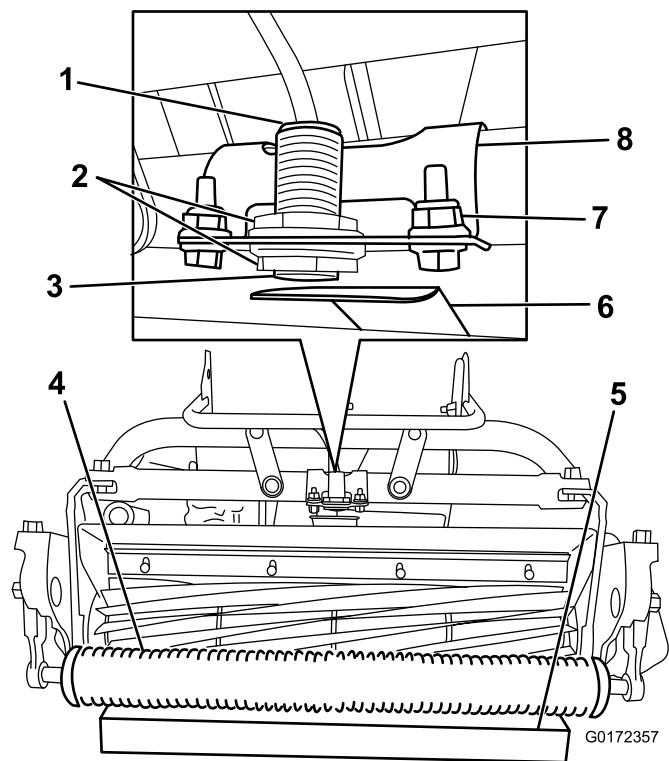

Figure 17
2. Desserrez les écrous de blocage du capteur et réglez le capteur de sorte qu'un filet dépasse de l'écrou de blocage inférieur (Figure 17).
4. Placez un bloc de 3,8 cm sous le rouleau avant de l'unité de coupe (Figure 17).
5. Desserrez les fixations qui maintiennent le support de capteur sur le cadre (Figure 17).
8. Tournez le support du capteur vers la plaque-cible jusqu'à ce que le voyant s'allume sur le dessus du capteur (Figure 17). Si le voyant était déjà allumé, tournez le support du capteur à l'opposé de la plaque-cible jusqu'à ce que le voyant s'éteigne, puis ramenez-le vers la plaque-cible jusqu'à ce que le voyant se rallume.